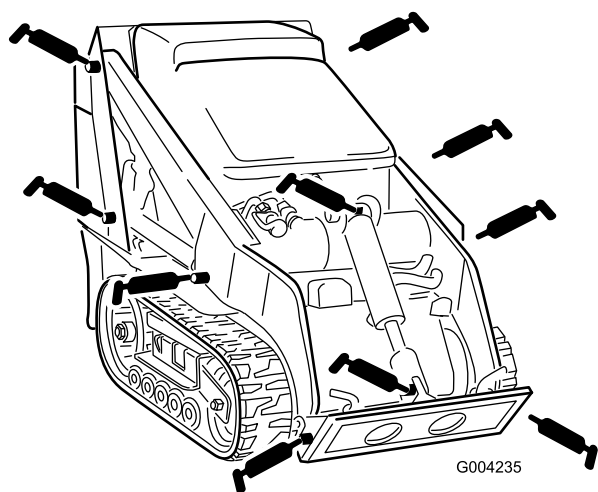
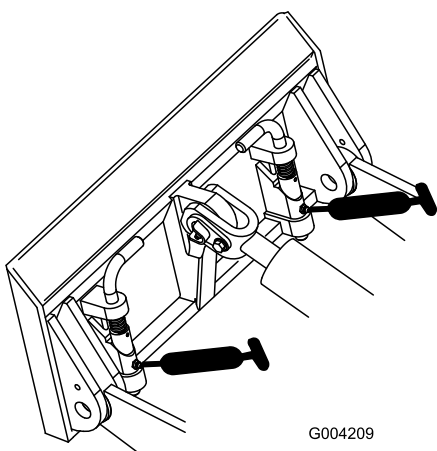

Figura 31
Figura 32
3. Conecte una pistola de engrasar a cada punto de engrase (Figura 31 y Figura 32).